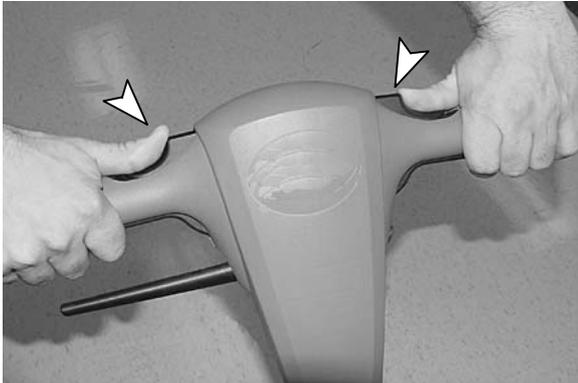

РИС. 7
- Для запуска машины, нажмите на кнопки замка безопасности, расположенные в верхней части рукоятки, затем потяните рычаги ВКЛ./ВЫКЛ. После запуска машины освободите кнопки замка безопасности (Рисунок 7).